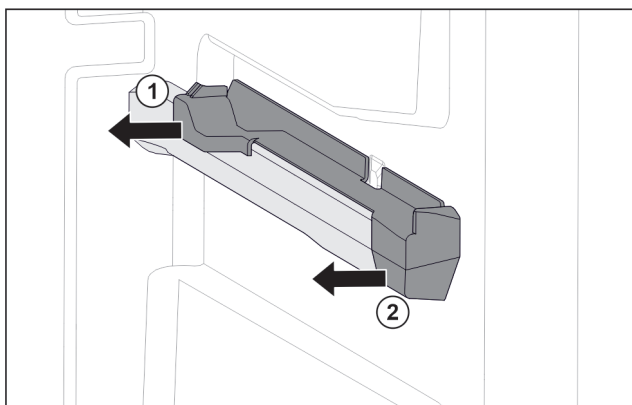

Fig. 75 Insteekelement op rechter containerrib
- ▶ Insteekelement achter naar de zijkant toe eraf trekken. Fig. 75 (1)
- ▶ Insteekelement voor naar de zijkant toe eraf trekken. Fig. 75 (2)